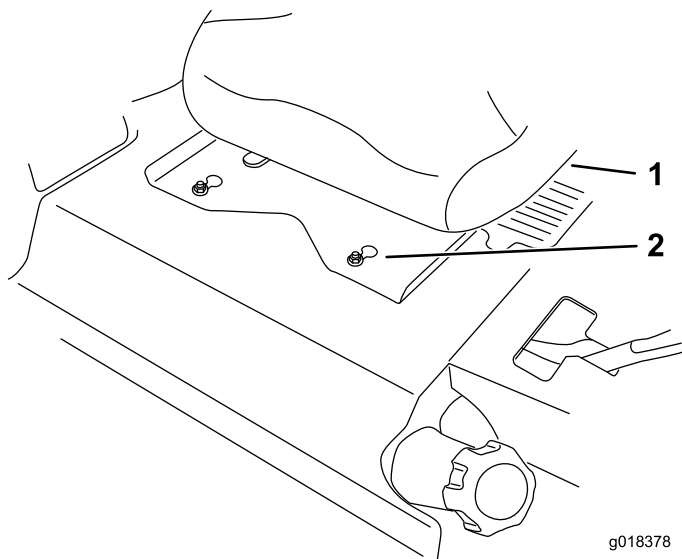

Figura 63
7. Deslice el asiento y la chapa del asiento hacia adelante para que las tuercas delanteras puedan pasar por los orificios (Figura 63).